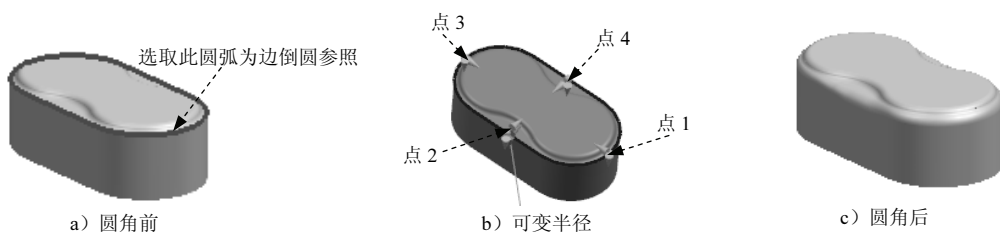

图 8.2.8 边倒圆特征 3
Step6. 创建图 8.2.8 所示的边倒圆特征 3。
(1) 选取命令。选取下拉菜单 **插入(S)** → **细节特征(L)** → **边倒圆(E)** 命令 (或单击 按钮), 系统弹出“边倒圆”对话框。